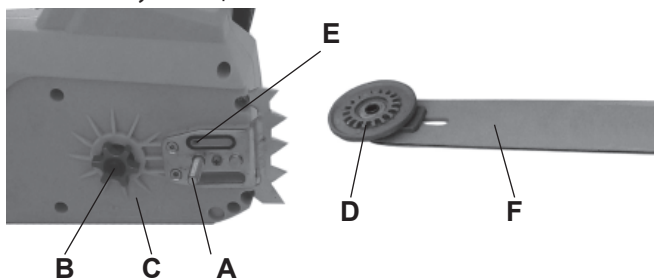

Рис. 2
4. Наденьте на шину F (Рис. 2) пильную цепь 1 (Рис. 1), проверив правильность расположения зубьев цепи.
В случае, если следов масла не видно, необходимо прочистить в корпусе редуктора выходное отверстие для масла Е (Рис.2) и соответствующее отверстие в шине Е1.